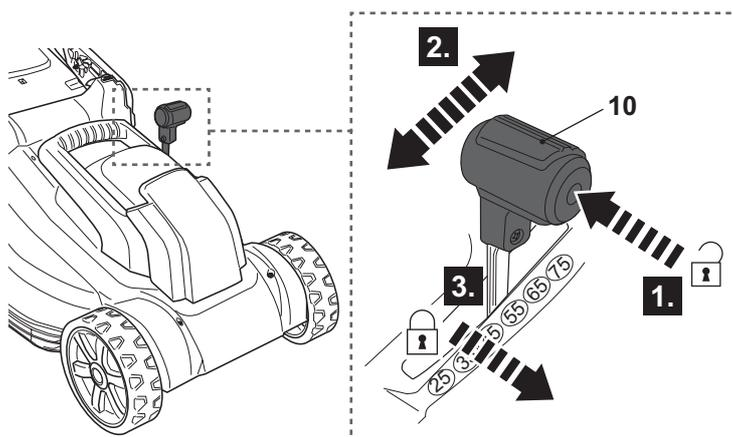

Fig.10
- > Poussez le levier de réglage de la hauteur [10] vers le produit (étape 1) et déplacez-le à la hauteur de coupe souhaitée (Fig.10, étape 2).
- > Relâchez le levier [10] (Fig. 10, étape 3) et assurez-vous qu'il se verrouille correctement en place.